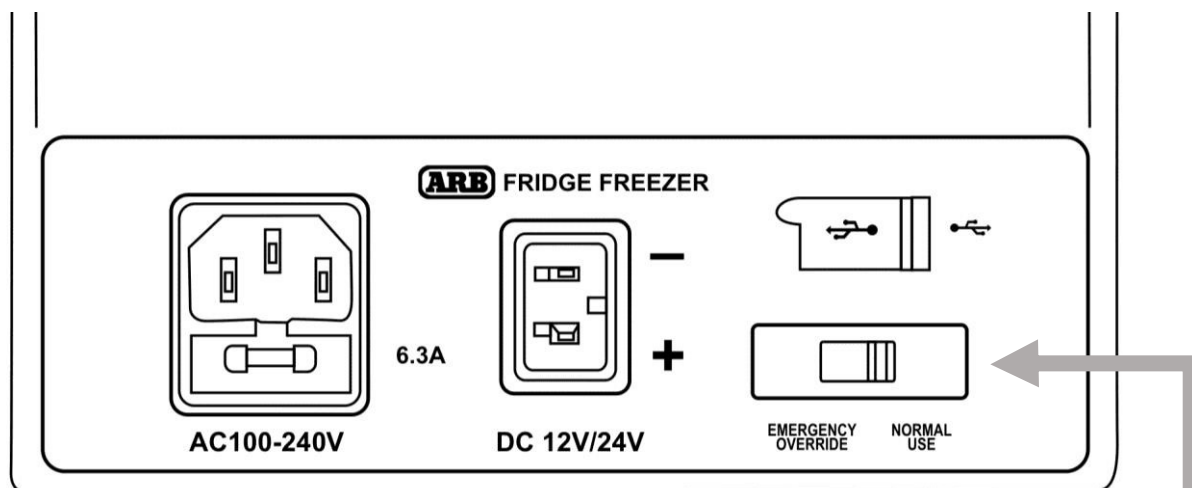

ABBILDUNG 15
- Schieben Sie den Notfall-Funktionsschalter von „NORMAL USE“ (Normalbetrieb) auf „EMERGENCY OVERRIDE“ (Notbetrieb), wie in Abb. 15 dargestellt.